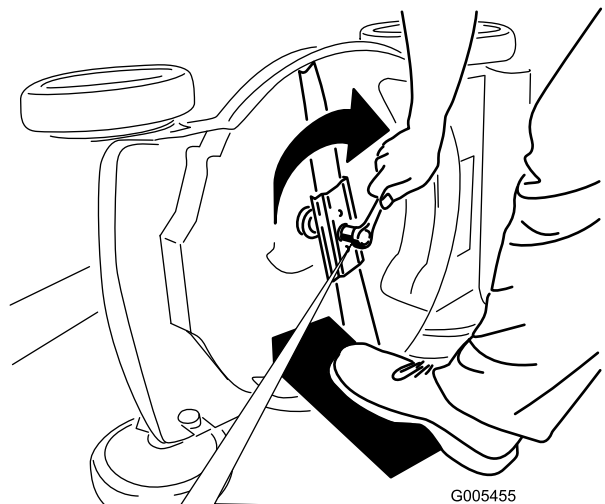

Bild 28
5. Setzen Sie das neue Messer und alle Schrauben auf (Bild 28).